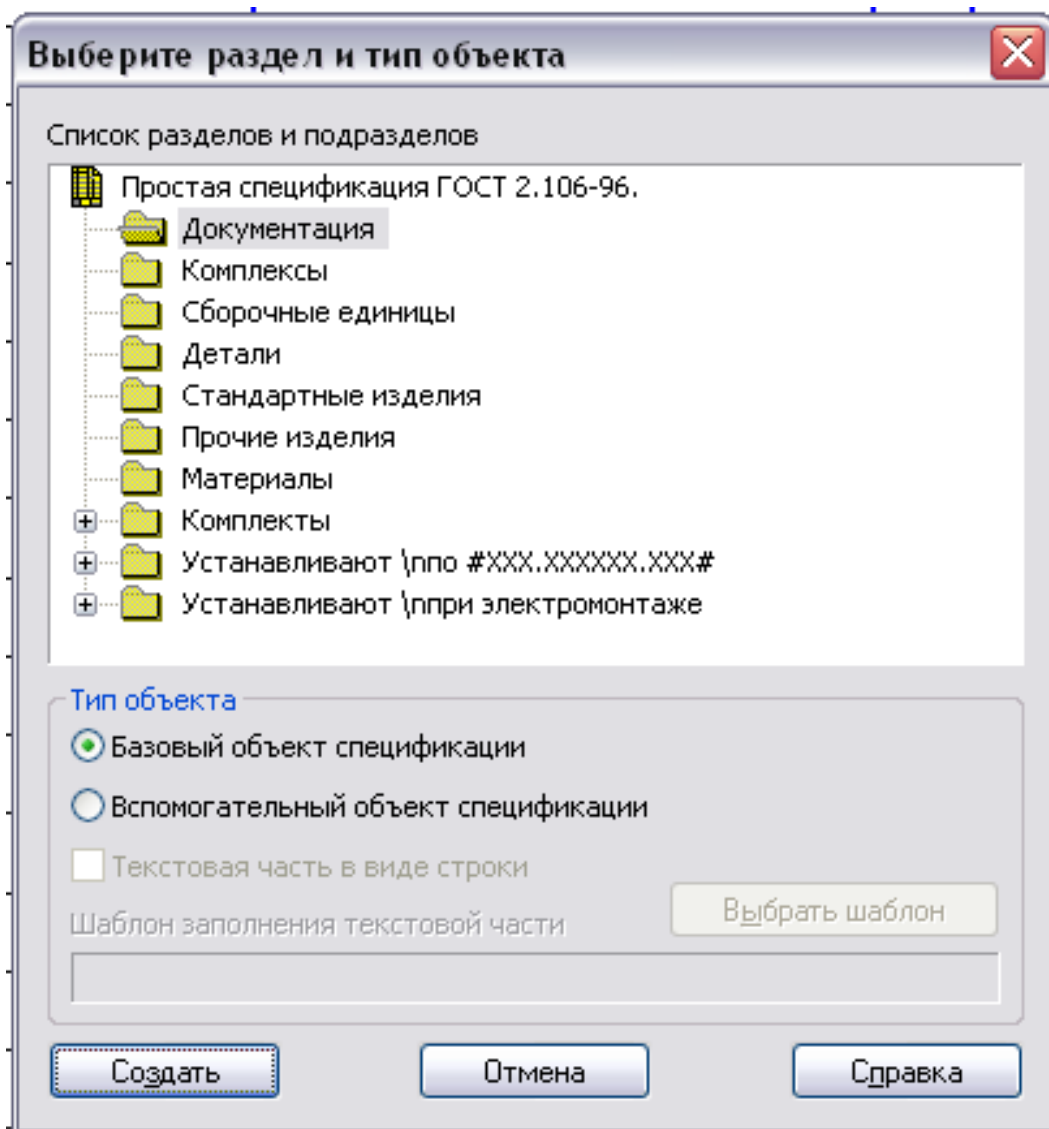

Рис. 3.6.26
2. Користуючись інструментом **Добавить раздел**  вибрати **Документация** (рис. 3.6.26) натиснути **Создать**, вписати у специфікацію формат **A3 Складальний кресленик** в кількості **1**.